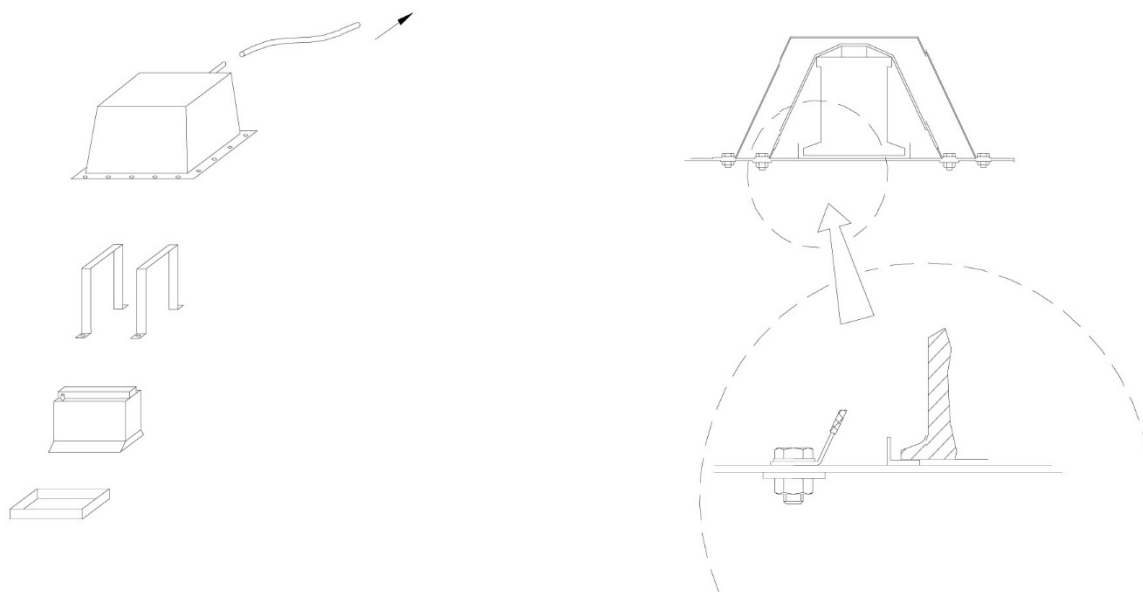

Рис. 3
9.11.2. В случае переноса аккумуляторной батареи (АКБ) из оригинального места размещения в другое, она должна либо находится в багажнике, отделённом от салона (от места пилота и пассажира) сплошной металлической перегородкой, либо быть закрыта таким образом, чтобы избежать короткого замыкания либо утечек электролита. В любом из вариантов она должна быть прикреплена к кузову с использованием металлического гнезда и двух металлических хомутов с изолированным покрытием, прикреплённых к основанию болтами и гайками (Рис. 3). Для крепления данных хомутов должны быть использованы болты диаметром не менее 10 мм, под каждым болтом должна размещаться контршайба толщиной не менее 3 мм, покрывающая не менее 20 см² площади кузова. АКБ (кроме батарей сухого и гелевого типа), расположенная в едином объёме с салоном (местом пилота и пассажира), должна быть закрыта кожухом / коробом, предохраняющим от утечек и закреплённым независимо от типа АКБ.